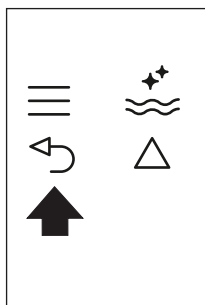

Fig. 25
- ▶ Pulse el icono \curvearrowright (B6) (Fig. 25) dos veces para salir del menú.